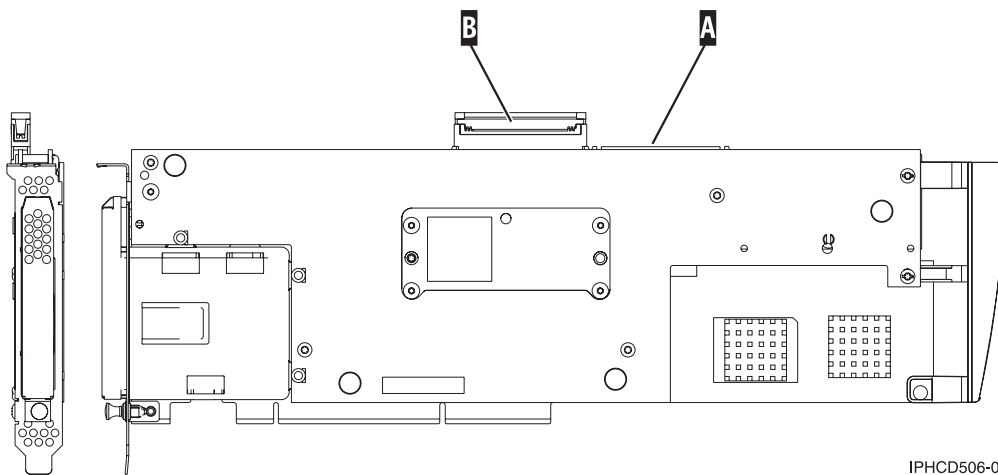

Figura 67. 5708, adaptador de E/S de memoria caché de escritura auxiliar
2. Conecte el cable al puerto SCSI A del adaptador de memoria caché auxiliar de escritura. Consulte la Figura 67 en la página 222.